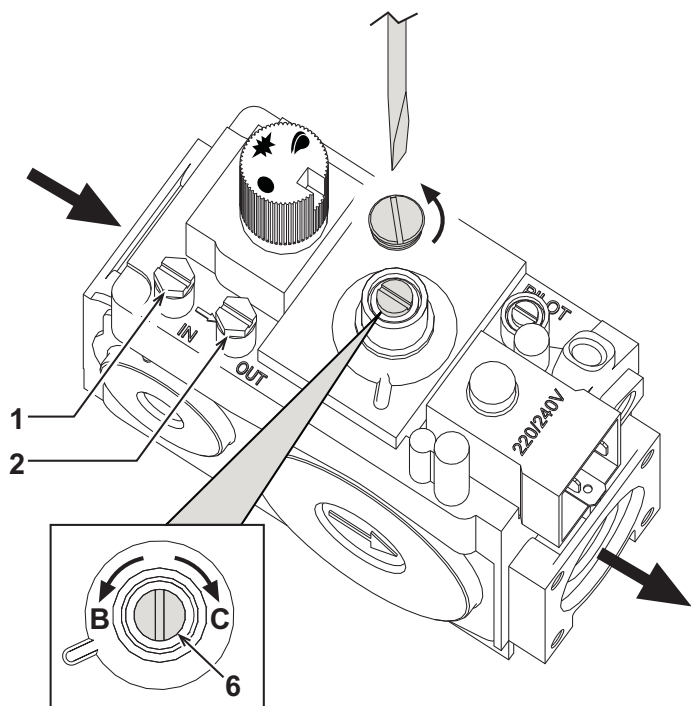
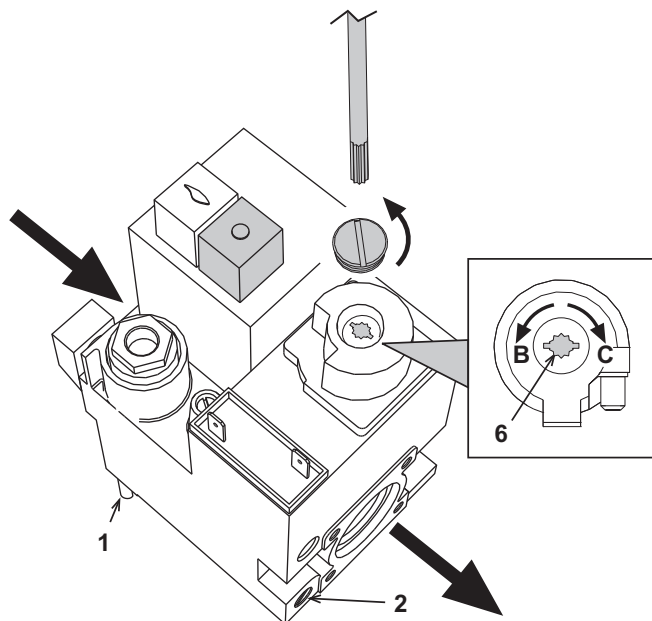

рис. 7 - Регулирование давления (модель 67 T)
рис. 8 - Регулирование давления (модели от 77 T до 107 T)
4. Выполните регулировку давления газа на горелке с помощью винта "б" (см. рис. 7 и рис. 8), используя значения, приведенные в таблице технических характеристик, для выбранного типа газа.